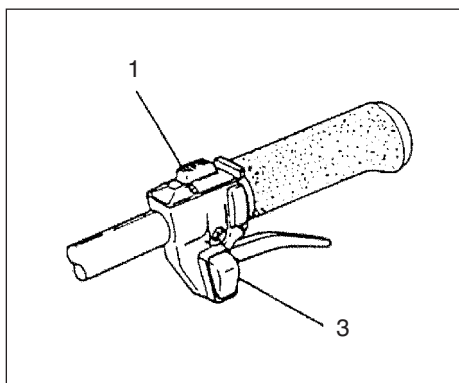

Рис. 2-2
1. Установить выключатель зажигания (1) в положение ON (ВКЛ). (Рис. 2-2)